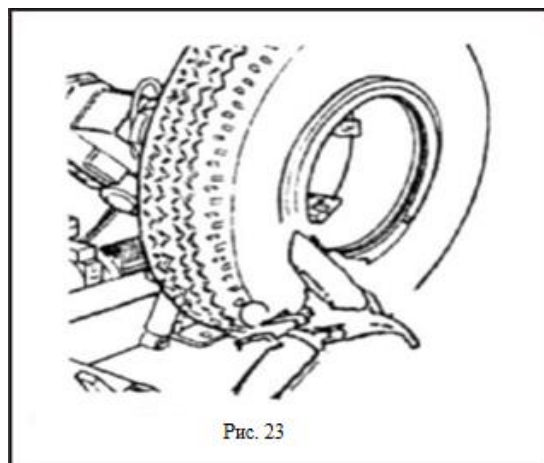

Рис. 23
- Установите разъемное кольцо на обод и зафиксируйте стопорной гайкой (рис. 23).